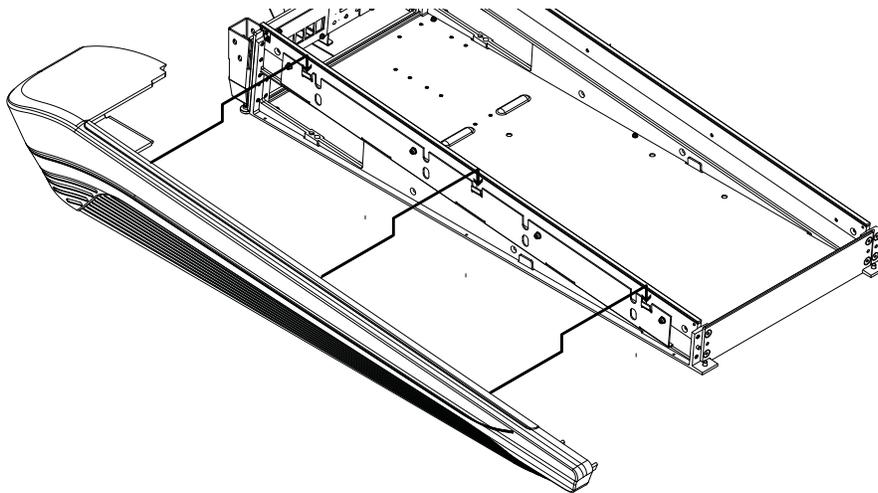

Figura 28. Fijación del panel lateral izquierdo
- 2 Asegúrate de que los cables de alimentación y Ethernet no interfieran, y coloca el panel en el soporte lateral para que sus pestañas encajen en las ranuras en la placa de montaje, como se muestra en Figura 28.